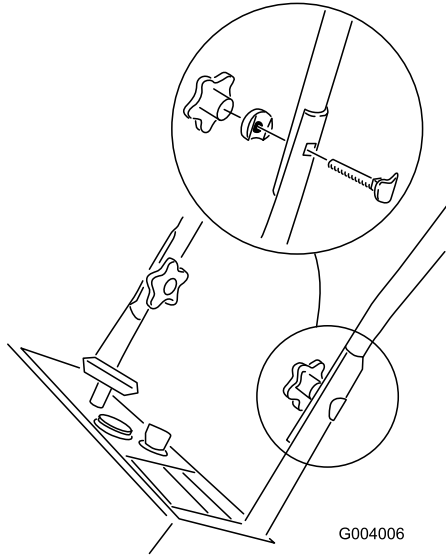

Bild 3
2. Stecken Sie die Ovaleckschrauben in die ausgerichteten Löcher, wobei sich der Schraubenkopf an der Außenseite des Griffs befinden muss. (Bild 3).